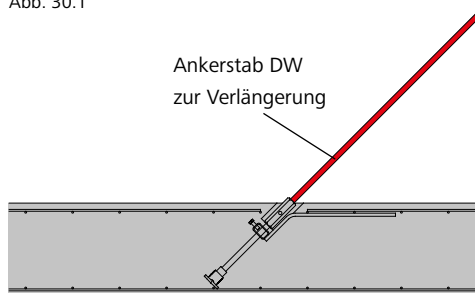

Abb. 30.3
Schritt 3: Der Ankerstab DW zur Verlängerung wird in die Verbindungsmutter eingeschraubt und kann somit zur Stützbockverankerung verwendet werden (Abb. 30.3 bis 30.4). Die Mindestlänge des Ankerstabes DW zur Verlängerung kann der Tab. 30.6 entnommen werden.